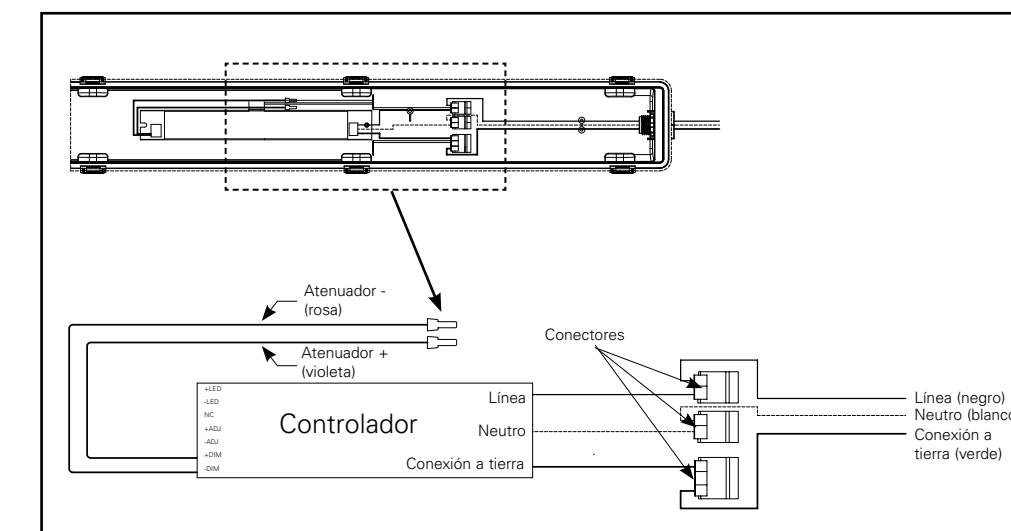

Figura 7.
7. Pase los cables de la línea de entrada, del neutro, de la conexión a tierra y de atenuación (si los hay) a través del accesorio de conexión, y conecte los cables de acuerdo con el código NEC, así como con las normas estatales y locales (Figura 7).